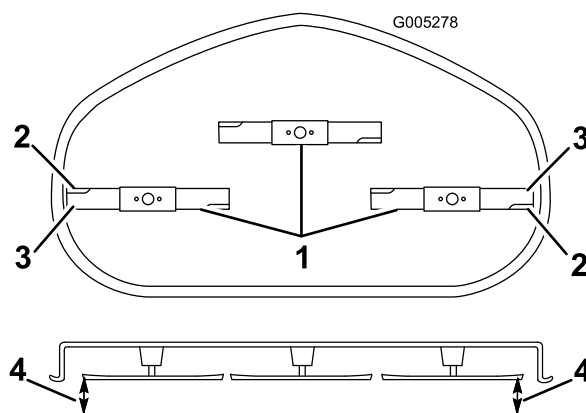

Figura 52
- Gire cuidadosamente las cuchillas hasta que estén todas orientadas lateralmente (Figura 52).
5. Mida entre los bordes de corte exteriores y la superficie plana (Figura 52). Si hay una diferencia de más de 5 mm (3/16 pulgada) entre ambas dimensiones, se requiere un ajuste; siga con este procedimiento.